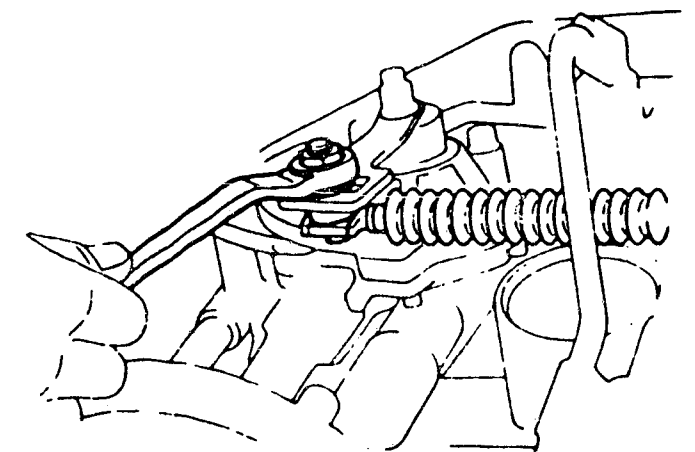

Bild 67a 2,0 GT ab 85: Einstellung des Wählhebelzuges am Automatikgetriebe.
c) Der **Wählhebelzug** lässt sich am Hebel beim Getriebe einstellen (Bild 67a). Der Hebel ist ganz nach rechts an den Anschlag und dann um zwei Positionen zurückzustellen. Während der Wählhebel im Fahrzeuginnen in der «N»-Position leicht nach vorn gedrückt wird (gegen «R»), ist der Seilzug am Getriebehebel zu fixieren.